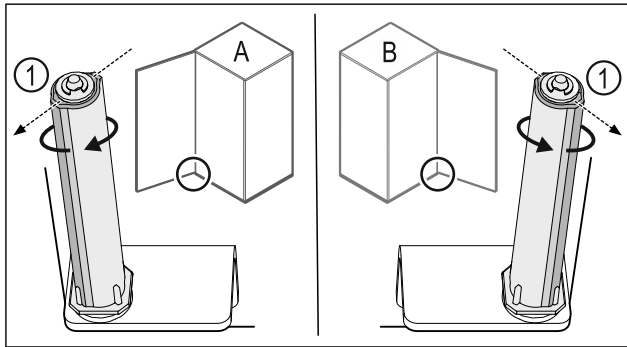

Fig. 54 Feste på venstre side (A) / feste på høyre side (B)
- ▶ Dreii lukkesystemet mot motstanden til rillen på lukkesystemet Fig. 54 (1) peker utover.